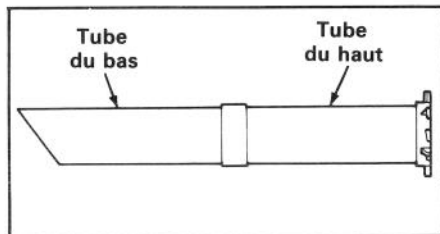

Figure 3
3. Emboîter les deux tubes comme l'illustre la figure 3.